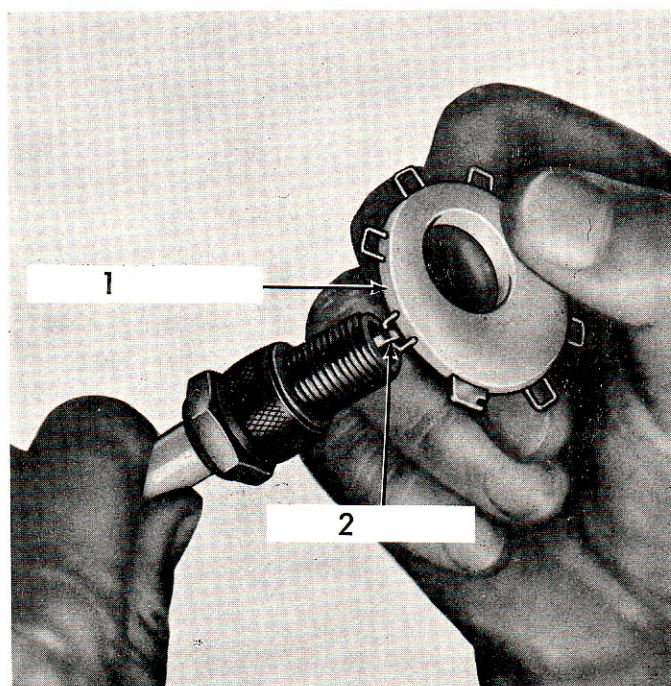

Fig. 80.
7. Vérifier l'écartement avec une jauge à fils (Fig. 80) tenue parallèle à l'écartement. Une légère résistance